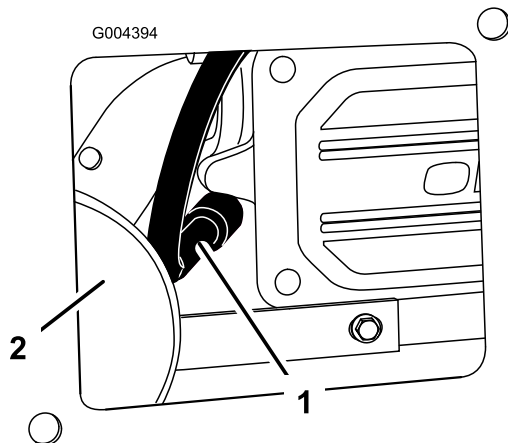

Bild 38
3. Ziehen Sie den Zündkerzenstecker ab (Bild 38). Reinigen Sie den Bereich um die Zündkerze, um zu verhindern, dass Schmutz in den Motor fallen und Schäden verursachen kann.
3. Drücken Sie den Stecker auf die Zündkerze (Bild 38).